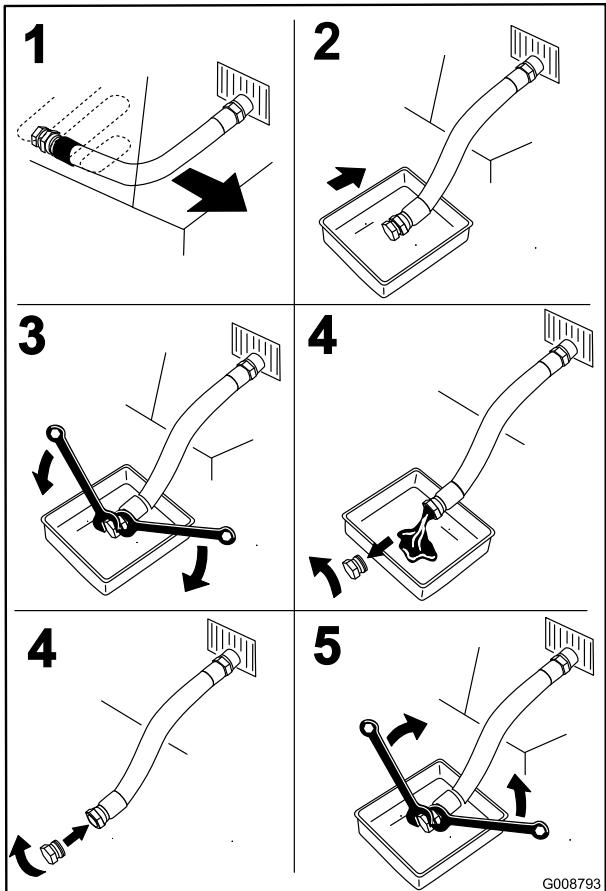

Figure 51
4. Avant de quitter la position de conduite, coupez le moteur, enlevez la clé de contact et attendez l'arrêt de toutes les pièces mobiles (Figure 51).